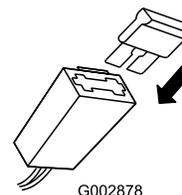

Рисунок 30
2. Вставьте предохранитель в держатель предохранителя (Рисунок 30).